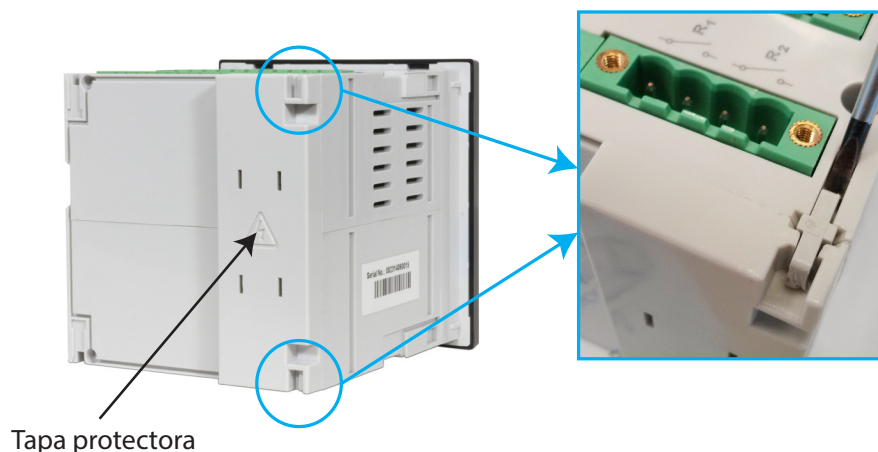

Figura 257: Retirar los 2 clips de sujeción.
a.- Retirar los 2 clips de sujeción que aguantan la tapa protectora, mediante un destornillador de punta plana, **Figura 257**.